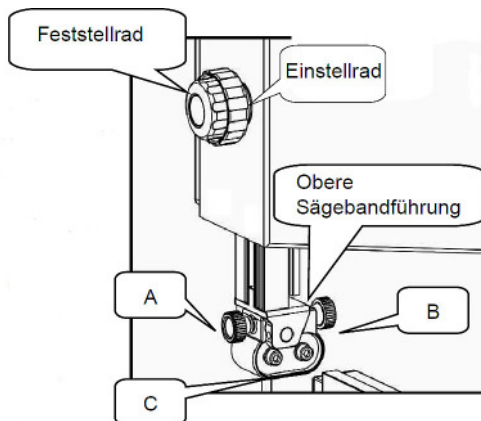
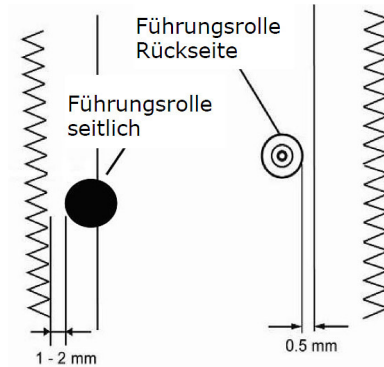
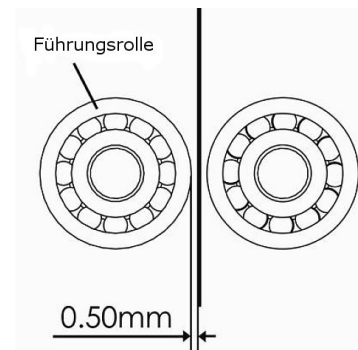

Abb. 51: Position der oberen Bandführung einstellen
Abb. 52: Einstelle der Führungslager
Abb. 53: Einstelle der Führungslager
Schritt 1: Lösen Sie das Feststellrad der Sägebandführung und stellen Sie mit Hilfe des Einstellrades die Höhe ein. Danach das Feststellrad wieder festziehen (Abb.51).
Schritt 2: Lösen Sie die Schraube (A, Abb.51) und stellen Sie die Position des Führungslagers so ein, dass das Führungslager 1 oder 2 mm (Abb.52) von den Zähnen des Sägeblattes entfernt ist. Ziehen Sie danach die Schraube (A, Abb.51) wieder fest.
Schritt 3: Lösen Sie die Schraube (B, Abb.51) und stellen Sie die Rückseite der Führungsrolle auf 0,5 mm (Abb.53) hinter der Klingentrückseite ein. Ziehen Sie den Knopf (B, Abb.51) wieder fest.
Schritt 4: Lösen Sie die Schraube (C, Abb.51) und stellen Sie das Führungslager auf eine Position ein, die 0,5 mm vom Messer entfernt ist. Ziehen Sie die Schraube (C, Abb.51) wieder fest.